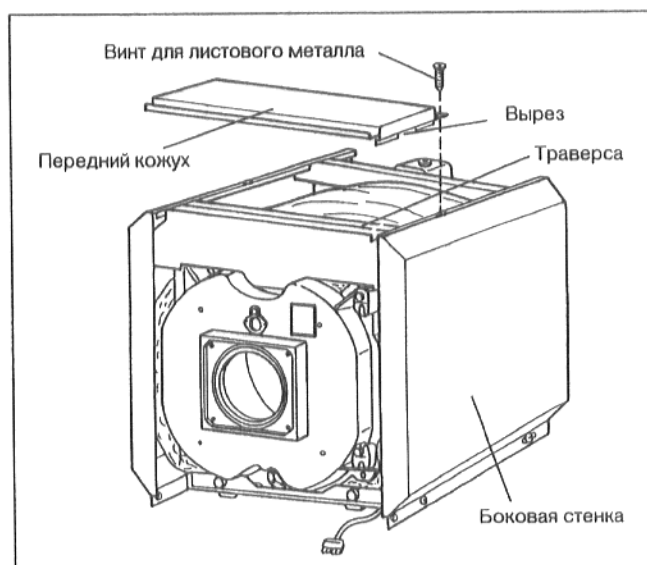

рис. 31
- Привинтить передний кожух с задней стороны к боковым стенкам двумя винтами для листового металла (рис. 31).